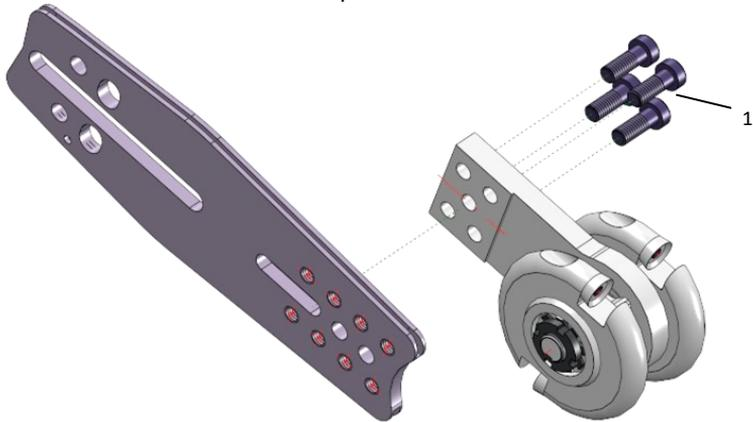
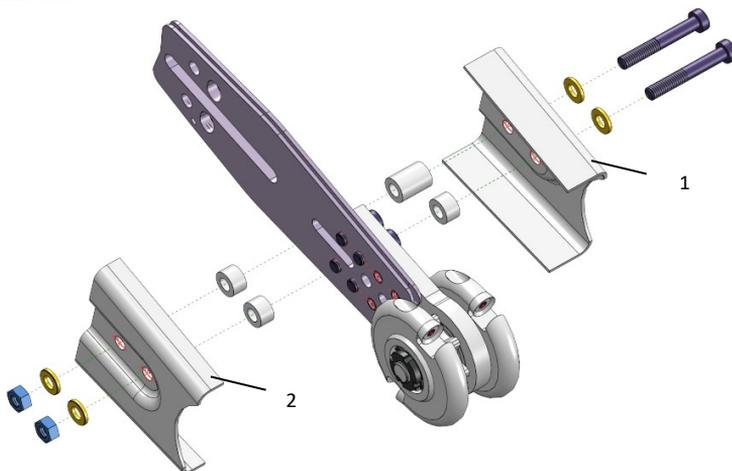

Fig. 7. Montage de la fraiseuse à bois ETH-C-Mini
Fig. 8. Montage des tôles de protection
- Montez la fraiseuse à bois à l'aide des 4 vis à tête cylindrique (1- Fig 7). Pour la plupart des scies, la position des deux trous centraux est la bonne. Si, lors de la tension
- Pour le montage des tôles de protection, il faut d'abord insérer deux vis à tête cylindrique M6 avec rondelles dans la tôle de protection gauche (1- Fig. 7). Montez ensuite les douilles d'écartement du côté intérieur de la tôle de protection. La douille plus longue est placée sur la vis côté scie. La tôle de protection avec les vis peut alors être reliée à la fraiseuse à bois par les trous du bloc de palier et du guide-chaîne. Après avoir mis en place les deux douilles d'écartement courtes et posé la tôle de protection droite (2- Fig. 8), serrez les écrous hexagonaux. (écrou SW 10, vis SW 5).